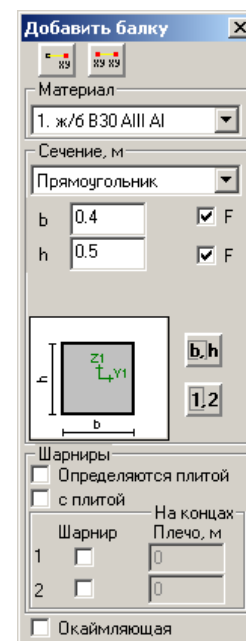

Рис.1.9.1. Окно диалогов **Добавить балку**
- В открывшемся окне диалогов **Добавить балку** (рис. 1.9.1) задайте следующие параметры: